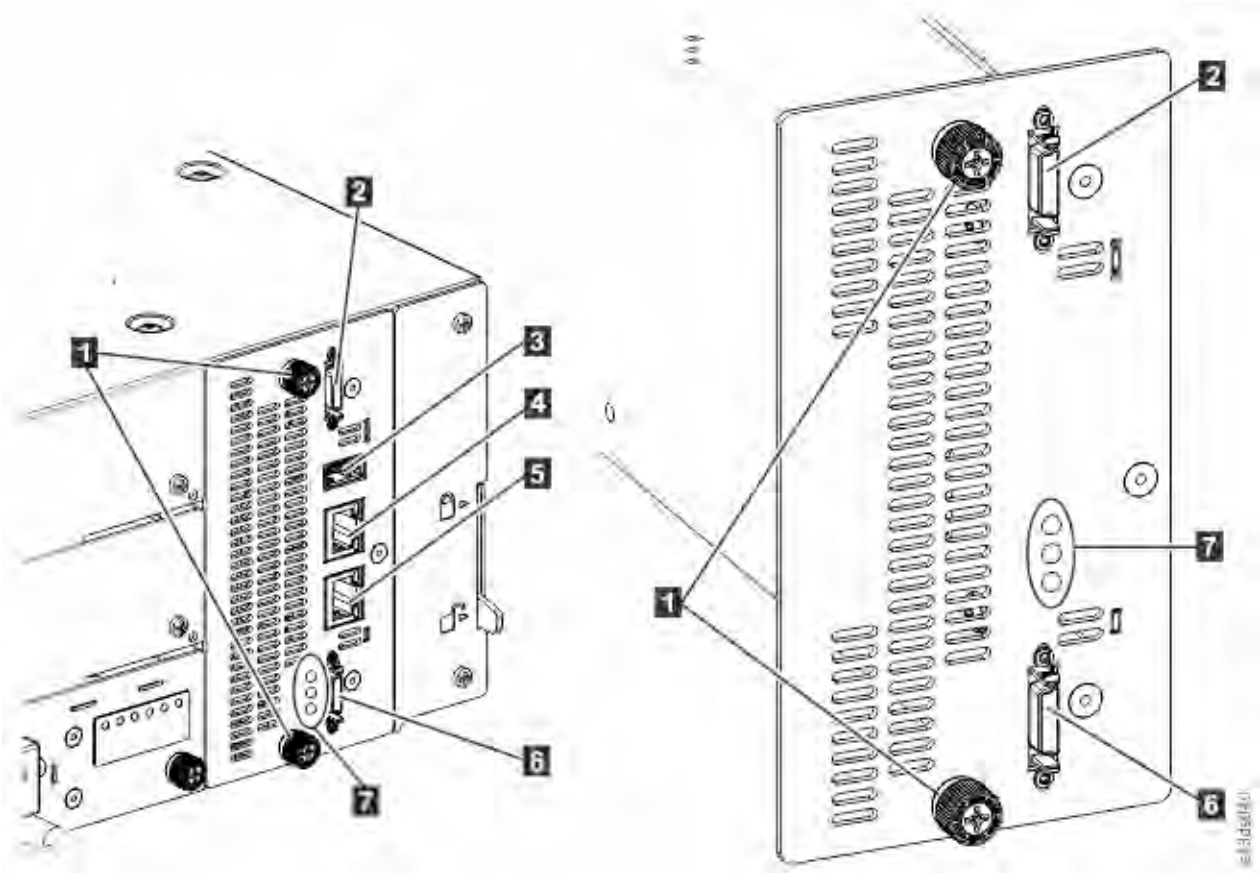

Figure 78. Composants de la carte contrôleur
3. Retirez les câbles Ethernet (4 et 5) et le câble USB (3), le cas échéant. Un module d'extension ne comporte pas de port Ethernet ou USB. Voir Figure 78, à la page 181).
4. Desserrez les deux vis moletées captives bleues (1) sur le contrôleur.
3. Serrez les vis moletées captives bleues (1) avec vos doigts pour le fixer au module.
4. Remplacez les câbles d'interconnexion d'extension (2 et 6), le ou les câbles Ethernet (4 et 5) et le câble USB (3) qui ont été retirés précédemment. Un module d'extension ne comporte pas de port Ethernet ou USB. Voir Figure 78, à la page 181).